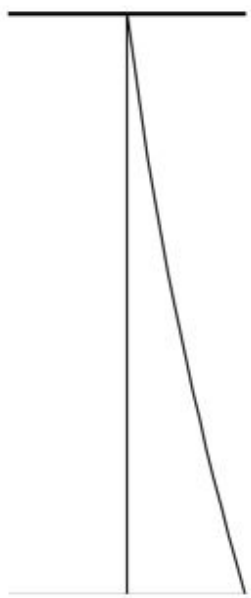

Fig. 1
- II. il primo modo di oscillazione è caratterizzato dal fatto che la catena non interseca la verticale in nessun punto diverso dal punto di sospensione, tranne quando tutte le maglie lo fanno contemporaneamente risultando allineate. A parte l'istante di attraversamento della verticale la forma della catena è curvilinea in tutte le altre fasi del moto. (Fig.1)